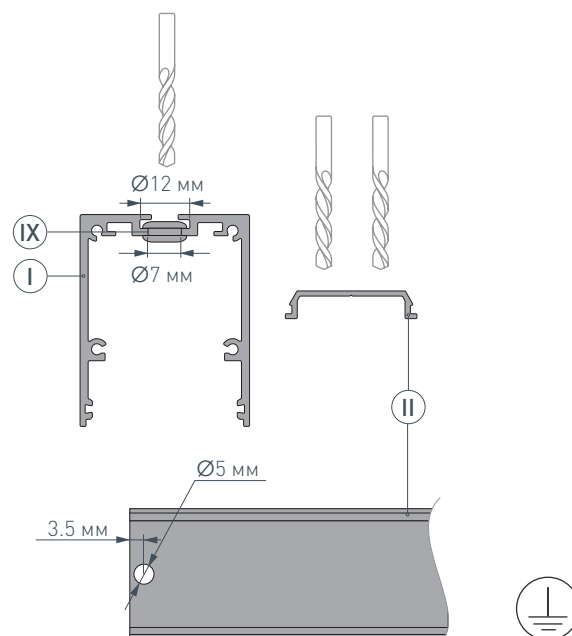

Рис. 1. Подготовка отверстия для вывода кабеля на основании для светодиодной ленты **Ⓜ**. Вид сверху
- 1** / Просверлите два отверстия $\varnothing 12$ мм и $\varnothing 7$ мм в профиле **Ⓘ** для вывода сетевого кабеля, а также для установки клемм заземления профиля и блока питания. Затем просверлите отверстие $\varnothing 5$ мм в основании для ленты **Ⓜ** для вывода кабеля питания светодиодной ленты, как показано на рис. 1. **Установите клеммы заземления профиля и блока питания.** Установите в профиле **Ⓘ**, в отверстия для сетевого кабеля силиконовую муфту **ⓋⓀ**.